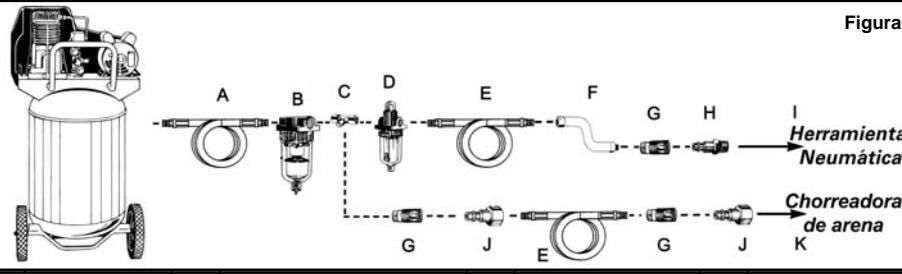

Figura 1
IMPORTANTE: Se recomienda instalar equipos adecuados de eliminación de aceite/agua. En caso contrario, el material abrasivo se endurecerá y obstruirá e inutilizará la pistola de limpieza por chorro de arena (sigas las instrucciones de instalación recomendada para la chorreadora de arena de la Figura 1).
- Conecte la herramienta al acoplador rápido de la manguera de aire. **Nota: Se recomienda utilizar una manguera de conexión flexible con un cabezal giratorio (P012-0079SP - no incluida) para evitar que la manguera de aire se doble, enrosque o gaste demasiado (ver ítem "F" en la figura 1 para las conexiones recomendadas).**